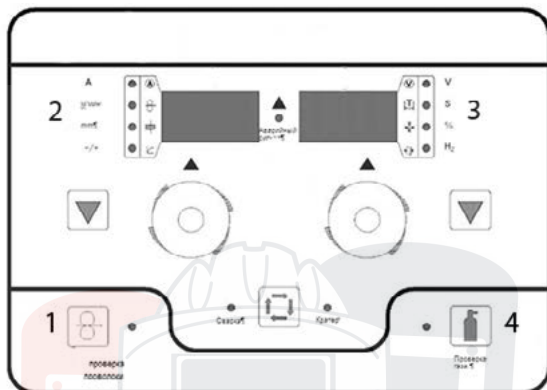

Рис. 6.4. Передняя панель.
7. Панель управления устройством подачи проволоки (см. рис. 6.4)